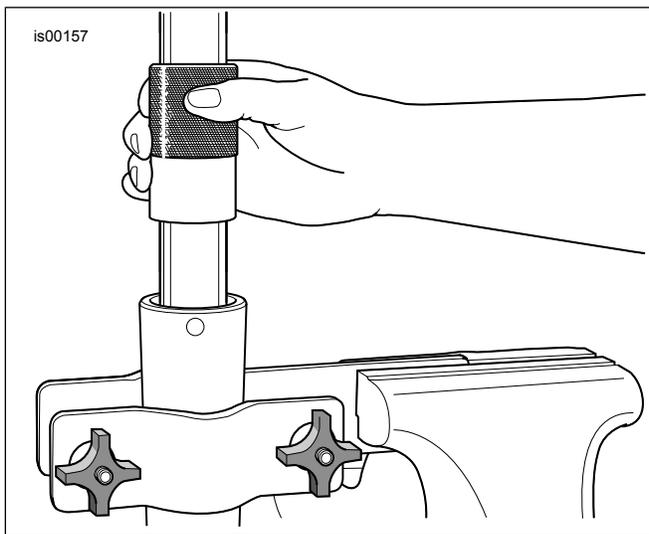

Figura 4. Instalação do retentor de óleo do garfo
1. Coloque a tampa contra poeira (13), vedação contra poeira (4), retentor de óleo (10) (com as letras para baixo), espaçador do retentor de óleo (15) (lado côncavo para cima) e a bucha inferior (9) sobre o tubo do conjunto do tubo do garfo (12) para instalação posterior.
2. Instale a bucha superior (7) na ranhura do conjunto do tubo do garfo (12). Expanda a bucha somente o suficiente para encaixar sobre o tubo.
3. Instale o conjunto do tubo do garfo (12) no tubo externo do garfo (5).
4. Veja a Figura 4. Instale a bucha, o espaçador e a vedação dentro do furo deslizante, batendo levemente para cima nos componentes com a FERRAMENTA DE BUCHA DE VEDAÇÃO DO GARFO (B-42571).
5. Instale o anel de retenção (3) interno na ranhura no fundo do tubo externo do garfo.
6. Instale a vedação contra poeira (4) e a tampa contra poeira (13).
7. Insira o conjunto do cartucho (1) no furo do tubo do garfo.
8. Instale o parafuso e a arruela (14) no fundo do conjunto do tubo do garfo (12). Movimente o tubo interno por todo o seu percurso dentro do tubo externo diversas vezes para verificar o alinhamento correto dos componentes. Depois, aplique força para baixo no conjunto do cartucho e aperte o parafuso. Aperte o parafuso com torque de 15–25 N·m (12–18 ft-lbs).
9. Insira o espaçador de pressão (16) sobre o cartucho no furo do tubo interno.